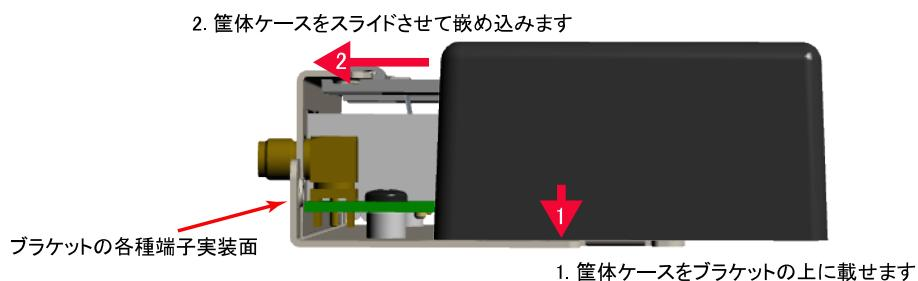

図 3.3 噛み合わせの確認とネジ止め
1. まず「図 3.3. 噴み合わせの確認とネジ止め」に示すように、ブラケットの各種端子実装面から少し離した位置で、筐体ケースをブラケットの上に載せます。